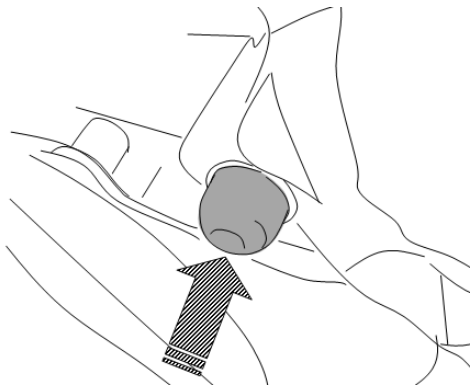

Abb. 15
4) Drücken Sie mehrmals (4- bis 5-mal) die Kraftstoffpumpe bis zum Anschlag (Abb. 15).